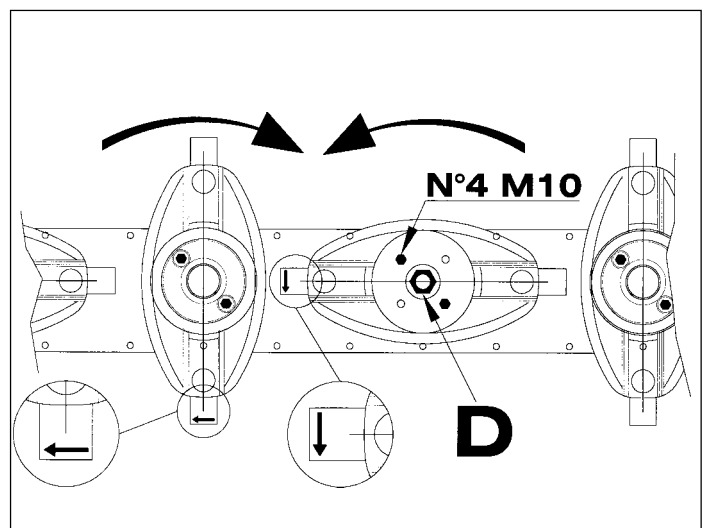

Fig. 17
Les disques de forme ovale montés sur un support fixés par 4 vis M10 dont le serrage doit être contrôlé régulièrement, doivent être disposés de manière à ce que l'axe principal de chacun d'eux soit perpendiculaire à celui du disque adjacent (fig. 17).
- * Les disques présentent un jeu excessif —> contrôler qu'ils sont fixés correctement en vérifiant le serrage de l'écrou de sûreté **D** fig.17 (couple 18 Kgm = 180Nm) placé sous les couvre-disques.